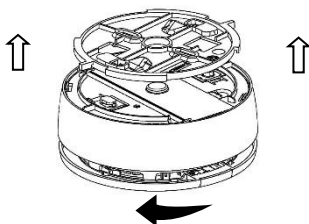

Figura 9
- Para instalar el detector en el soporte de montaje, alinear el soporte con la base de la unidad, introducir los ganchos de la base en los orificios del soporte y girar el detector en sentido horario (ver la Figura 9).